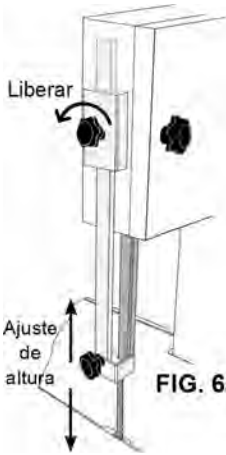

FIG. 6a GUARDA DE CINTA SIERRA
Para ajustar la guarda gire la manija superior (24) (fig. 6a) en sentido anti horario, ajuste la guarda a una altura suficiente para poder cortar el producto dejando el resto de la cinta sierra cubierta. Asegure nuevamente la guarda con ayuda de la manija superior girándola en sentido contrario.